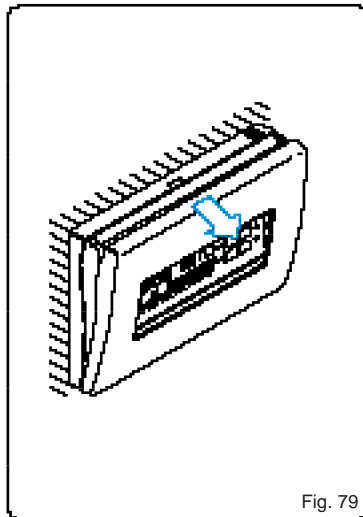

Fig. 79
16.1 - Aprire lo sportello dell'apparecchio (fig. 79).